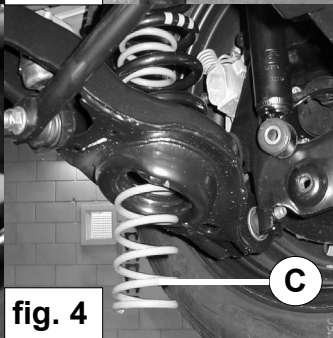

fig. 4
6. Draai hulpveer C door de onderschotel geheel in de hoofdveer. Zie fig. 4.